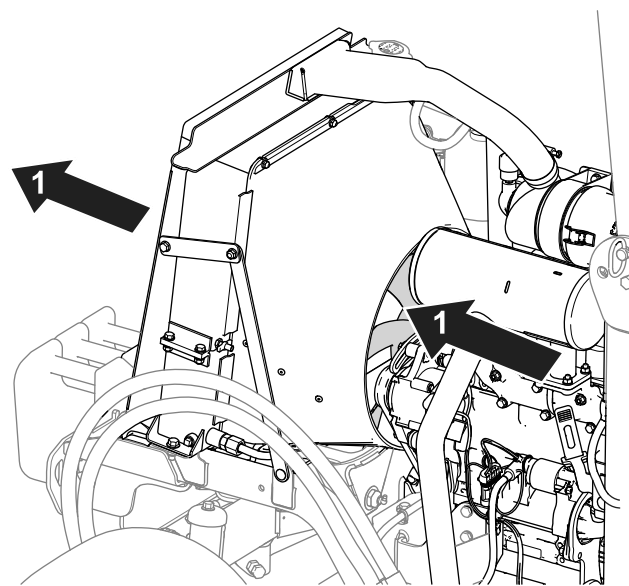

図 71
- ラジエターの冷却フィンの清掃は圧縮空気で行ってください。機体内部から外部にむかってエアを吹き付けます 図 71。